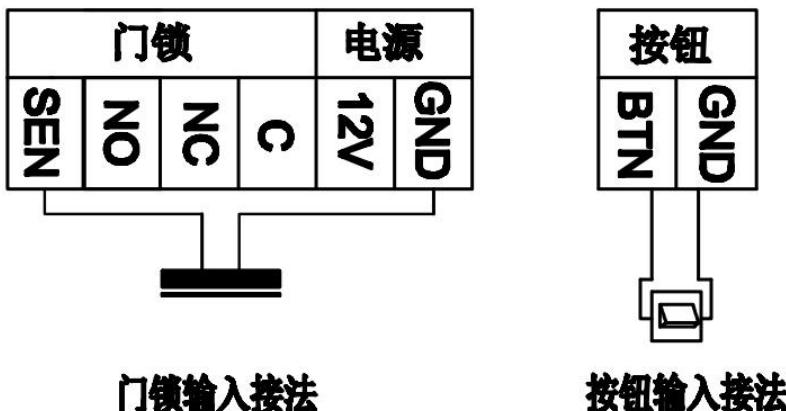

图 5：门磁、开门按钮接线示意图
**门磁：**门磁开关是用于监测门开关状态的一种设备。门磁的功能可以简单地比作一个按钮或一个开关。门磁由二部分组成，当这二部分合在一起时，这两个部分在电性能上是导通的，当门磁的二部分分开时，这两个部分在电性能上是断开的。门磁通常一部分固定在门上，另外一部分固定在门框上，当门进行开关时，控制器通过监测门磁的导通与断开状态，则可判断门的开或关状态。控制器上 SEN-GND 为门磁接口，控制器门磁的接线见图 5。
**按钮：**控制器上 BTN-GND 为按钮输入接口，出门按钮采用“点触式”按钮，“点触式”按钮按下去后，松开能自动弹起来，控制器按钮接线见图 5。